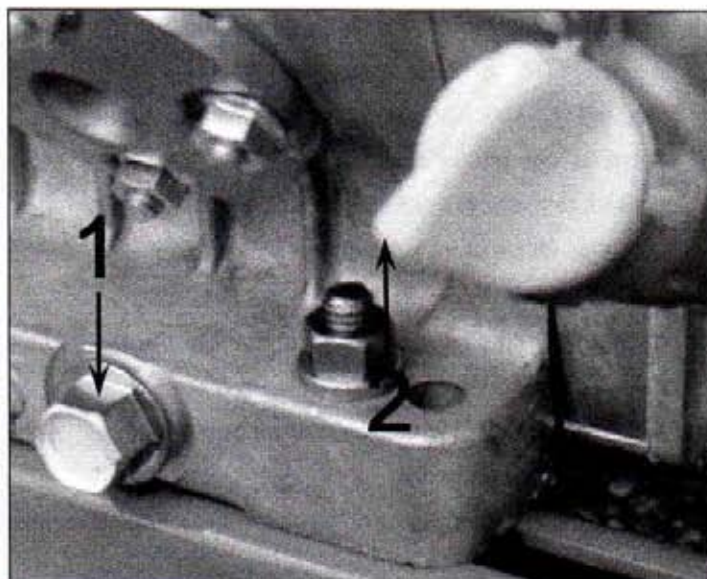

Figure 18
- **Niveau d'huile :** Dévissez le bouchon de remplissage, servant aussi de jauge (figure 18, repère 2).